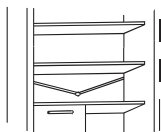

Fig.20
• Mantenha o tubo de drenagem (fig.20) limpo no compartimento do frigorífico, deve mantê-lo livre de água ou sujidade.